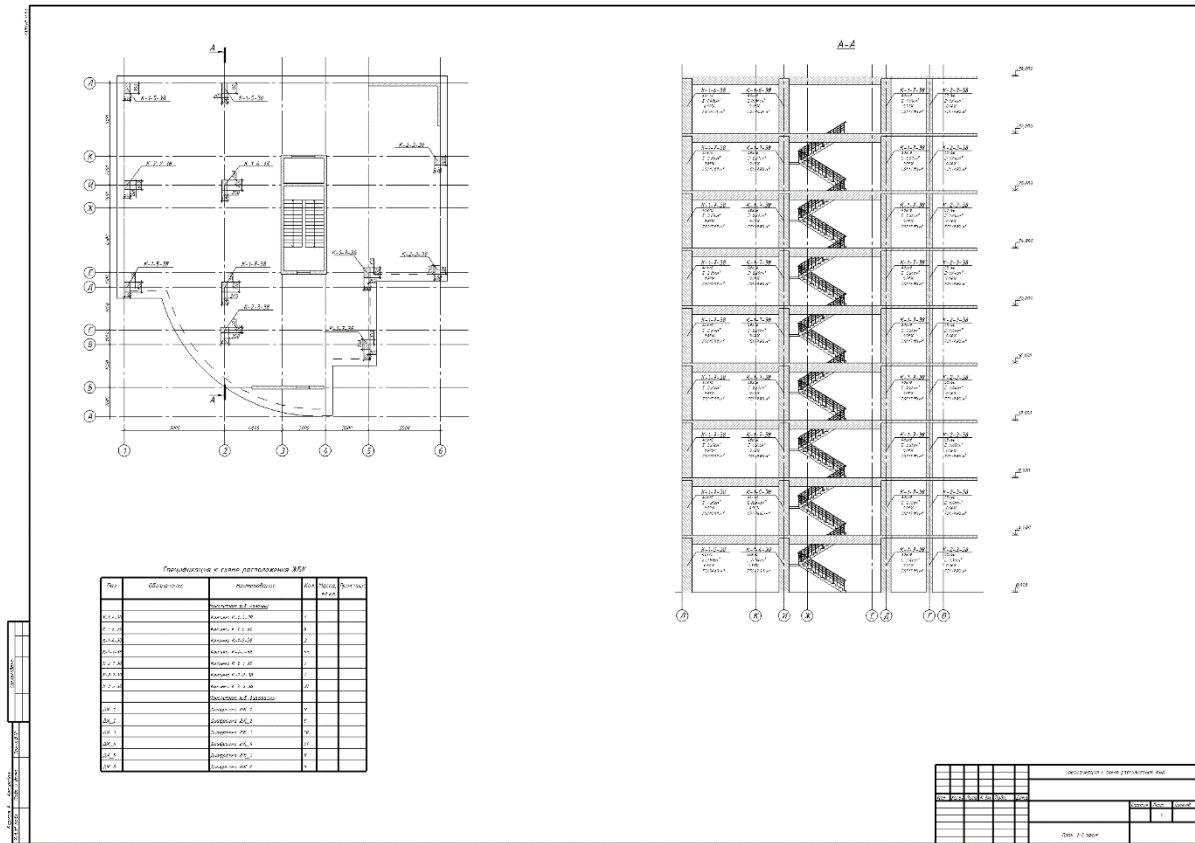

Рис. 27.18. Лист креслення з маркувальним планом, розрізом і таблицею специфікації
- Після цього натисніть кнопку  – **Вихід**, щоб закрити діалогове вікно **Специфікації**. Специфікація відобразиться на листі креслення разом з планом і розрізом (рис. 27.18)